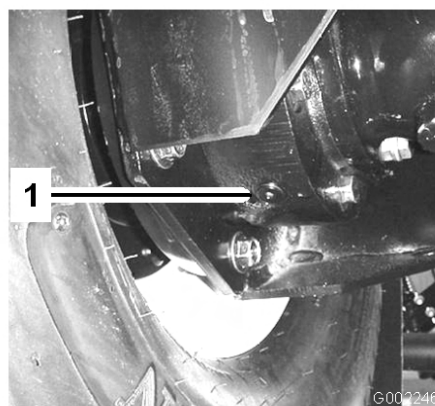

Figura 48
4. Collocate una bacinella sotto il tappo di spurgo interno, e togliete il tappo (Figura 48).